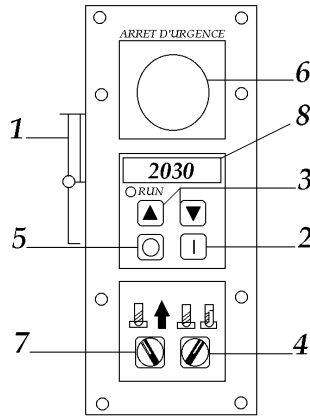

FIG.4
CHAPITRE 6 : VARIATEUR DE VITESSES (FIG.4)
CHAPITRE 7 : MISE EN MARCHÉ (FIG.4&5)
- C - Débloquer l'arrêt d'urgence (6 fig.4)
- E - Appuyez 2 fois sur l'interrupteur (2 fig.4)
- F - Augmentez ou diminuez la vitesse à l'aide des interrupteurs (3 fig.4)
- G - Pour arrêter la perceuse appuyez sur l'interrupteur (5, 6, 1 fig.4)
2. mode perçage / taraudage (4 fig.4).
4.Positionnez le sélecteur (4 fig.4) sur le mode taraudage.